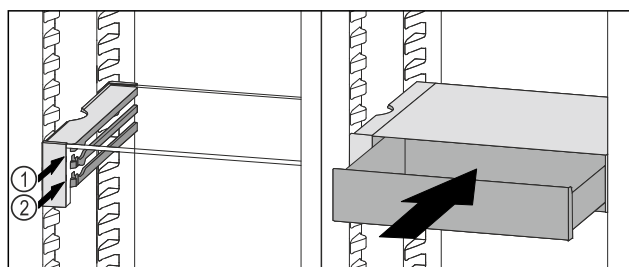

Fig. 109
- ▶ Zásuvku VarioSafe nasadte za zarážkami na požadovanom rebre Fig. 109 (1) alebo Fig. 109 (2).